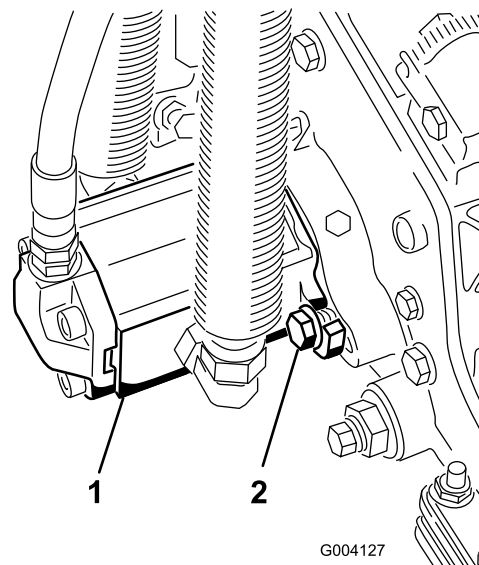

**Figure 13**
8. Fixez la chaîne du bras de levage au support de chaîne de l'unité de coupe (Figure 13) avec la goupille à fermoir comme suit :